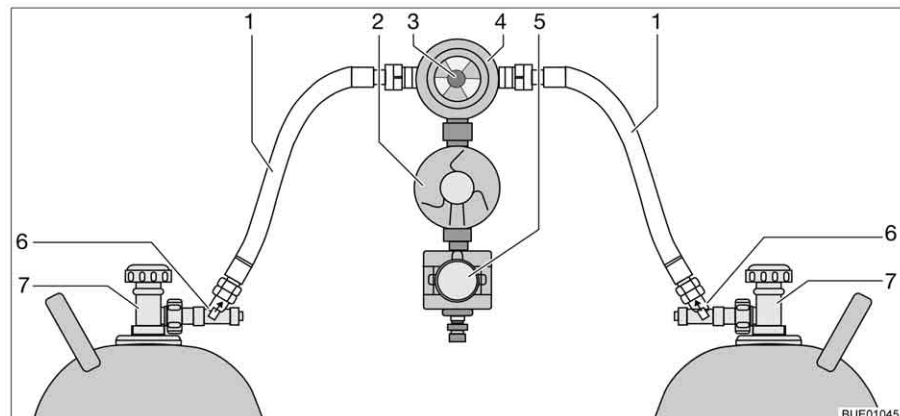

Fig. 165 Sistema de comutação Crash-Protection-Unit
A Crash-Protection-Unit é composta por dois limitadores de débito com dispositivo manual de destrava (Fig. 165,6), uma válvula de comutação (Fig. 165,4) com regulador de pressão (Fig. 165,2), uma válvula elétrica (Fig. 165,5) e uma unidade de comando com LED com três cores. A válvula de comutação está montada entre ambos os tubos do gás (Fig. 165,1).
Com o botão giratório (Fig. 165,3) na válvula de comutação pode determinar-se qual das garrafas de gás é usada como garrafa de serviço e qual é usada como garrafa de reserva.
Na unidade de comando (Fig. 166) só podem ser ligadas as funções elétricas. As válvulas principais de interrupção das garrafas de gás (Fig. 165,7) e os dispositivos de destrava (Fig. 165,6) têm de ser abertos manualmente.
- Abra as válvulas principais de interrupção nas garrafas de gás (Fig. 165,7).
- Prima os dispositivos de destrava (Fig. 165,6) um após outro durante 10 segundos.
- Com o botão giratório (Fig. 165,3) na válvula de comutação (Fig. 165,4) escolha a garrafa de gás de onde deve ser gasto prioritariamente o gás (garrafa de serviço). Rode o botão giratório até ao encosto.
- Feche as válvulas principais de interrupção nas garrafas de gás (Fig. 165,7).